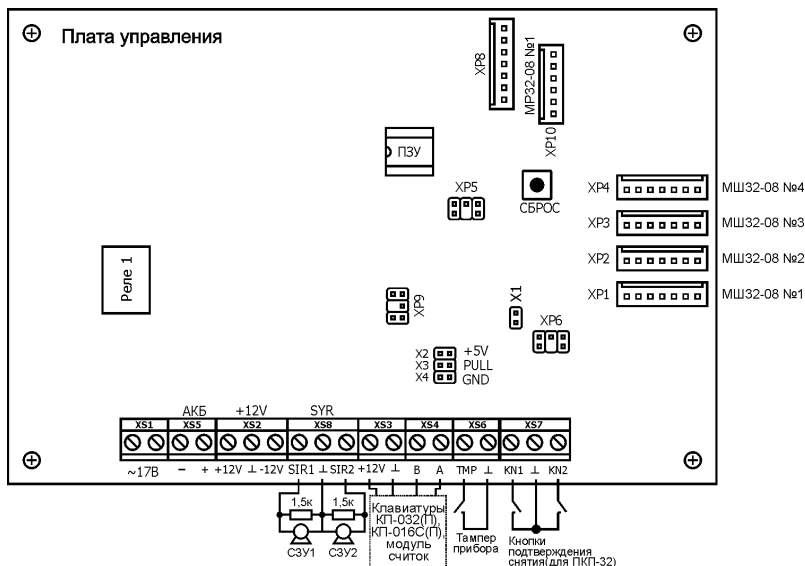

Рисунок 3 - Плата управления ПКП-32 и схема подключений
Плата управления ПКП-32 (см. Рисунок 3) устанавливается внутри корпуса прибора.
На плате установлены перемычки – см. Рисунок 3 и Таблицу 5.
- вставьте разъём шлейфа в соответствующий разъём на плате управления ПКП-32 (XP1...XP4) (см. Рисунок 3);
- вставьте разъём шлейфа в разъём ХР10 на плате управления ПКП-32 (см. Рисунок 3);
- вставьте разъём шлейфа в разъём ХР8 на плате управления ПКП-32 (см. Рисунок 3);
Батарея резервного питания (АКБ) располагается в правом нижнем углу корпуса прибора. Ёмкость АКБ, в зависимости от характеристик системы может быть от 7 до 18 А·ч. Батарея подключается с помощью двух изолированных проводников с клеммами, подключённых к плате управления ПКП-32 (см. Рисунок 3 (-АКБ+)). Красный проводник подключается к клемме «+» аккумулятора, а чёрный - к «-».